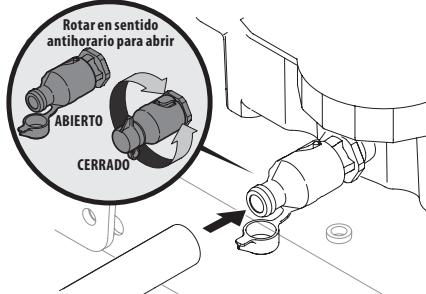

Figura 22
- Abra la tapita protectora del extremo de la válvula de drenaje para visualizar el orificio de drenaje. Consulte la Figura 22.